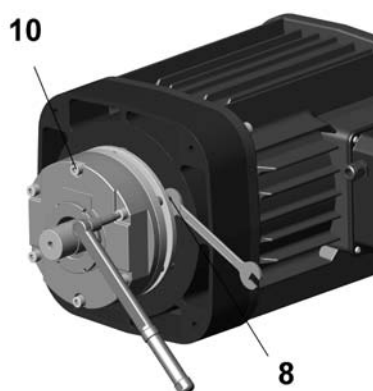

fig. 151a
9. Desserez la vis TCEI -10- en tournant 1 tour, enlever la jauge d'épaisseur et reserrer la vis -10- avec une clé dynamométrique pré-réglé à 46 Nm (fig. 151a).